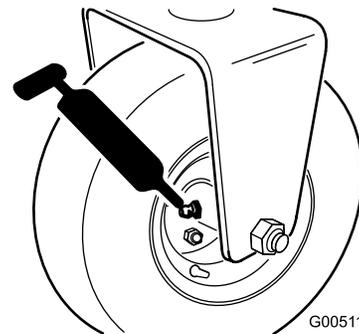

Bild 36
- Heckrollennabe, oder bei einem Dreiradantrieb, Rollenkupplungen des Hinterrads und externes Kugellager (1) (Bild 36)